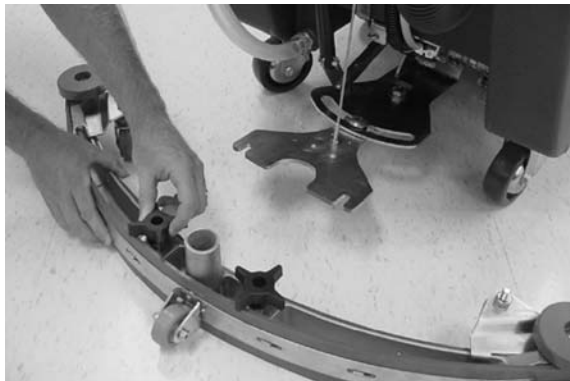

FIG. 4
3. Desserrez les deux molettes qui se trouvent sur le bloc racloir et faites glisser le racloir dans les fentes de la bride de fixation du racloir. Assurez-vous que les roulettes du racloir sont tournées vers l'extérieur (Figure 4).